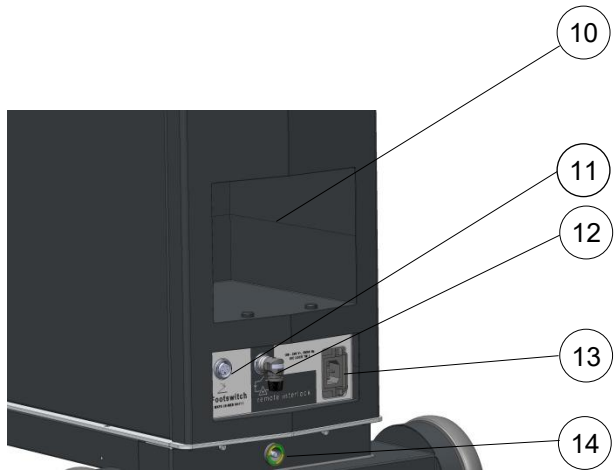

Fig. 3-2: Vista posterior
- Para separar la ELIOS laser console de la red, desconectar el cable de alimentación de la ELIOS laser console (Fig. 3-2).
- La ELIOS laser console debe estar dispuesto de manera que permita la desconexión del cable de alimentación del aparato (Fig. 3-2) en todo momento.
El pedal debe conectarse al conector del pedal (ver Fig. 3-2). El pedal se utiliza para activar la emisión del láser. Al accionar el pedal se activa la emisión del láser. Al soltar el pedal se interrumpe la emisión del láser.
La ELIOS laser console está equipado con un conector para la ecualización de potenciales eléctricos (ver Fig. 3-2). La conexión a un conector equipotencial adicional puede realizarse utilizando un cable de ecualización de potencial.
La ELIOS laser console está equipado con un conector de bloqueo remoto, es decir, un contacto de cierre de puerta (ver Fig. 3-2). Si los contactos del conector están abiertos, se interrumpe la emisión del láser. Puede obtenerse más información sobre la conexión de un bloqueo remoto a la ELIOS laser console a través de MLase o del servicio técnico autorizado.